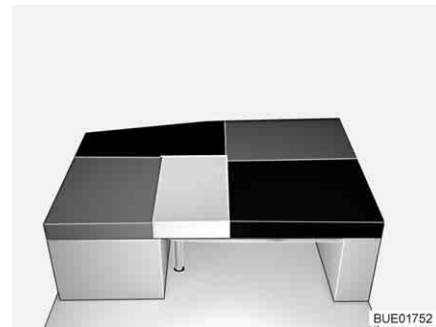

Bild 139 Efter ombyggnaden
- Lägg ryggdynan av sidosätet/sidosittbänken på bordet (mellan sittdyna av sidosätet/sidosittbänken och den extra dynan, se Bild 139).